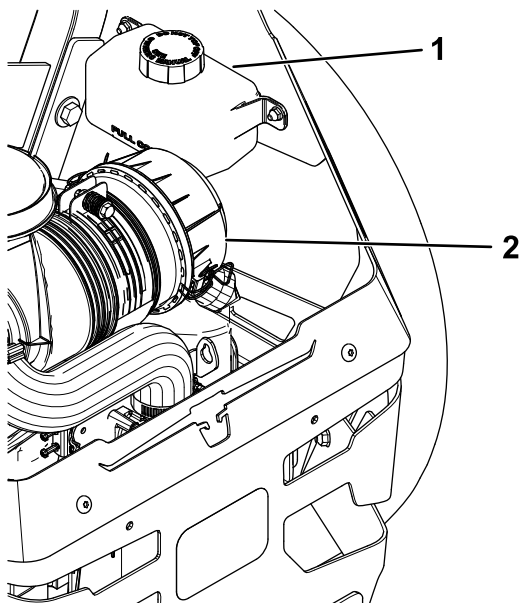

Figura 70
2. Verificați rezervorul de expansiune și, dacă este necesar, adăugați ulei hidraulic Toro® HYPR-OIL™ 500 până la linia COMPLET RECE (Figura 70).